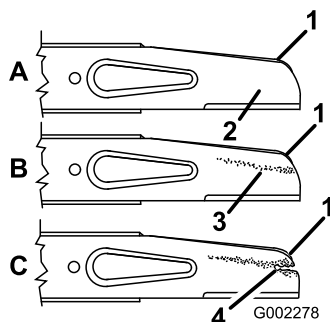

Figure 26
8. Avec les doigts, appliquez de l'huile sur le joint du filtre à huile neuf (Figure 26).
2. Retirez les écrous, l'accélérateur et la lame (Figure 26).